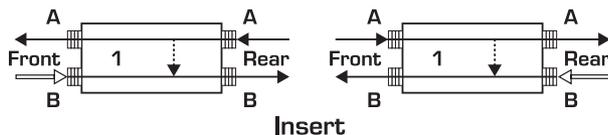

Fig. 1.2: Configuração Insert (modo 1)
A fig. 1.2 mostra como é realizada a cablagem das vias de inserção ("Inserts"). Pressupondo que temos um sinal que está ligado à tomada (A) superior na parte traseira, este sinal é conduzido na parte frontal através da tomada (A) e na parte traseira através da tomada (B). Só quando a tomada (B) inferior, na parte frontal, for utilizada, é que a via esquematizada se divide de forma a que as duas tomadas jack superiores e as duas tomadas jack inferiores estejam em contacto.
Este modo de funcionamento é designado por "Input Break", e também funciona de forma inversa (ver fig. 1.2), sendo que neste caso o fluxo do sinal é dividido, logo que a tomada (B) na parte traseira for ocupada. O modo 1 é adequado p. ex. para ligar os Master-Inserts da sua mesa de mistura às entradas e saídas do seu compressor. Também é possível ligar as inserções de canais com as entradas e saídas do seu equalizador.